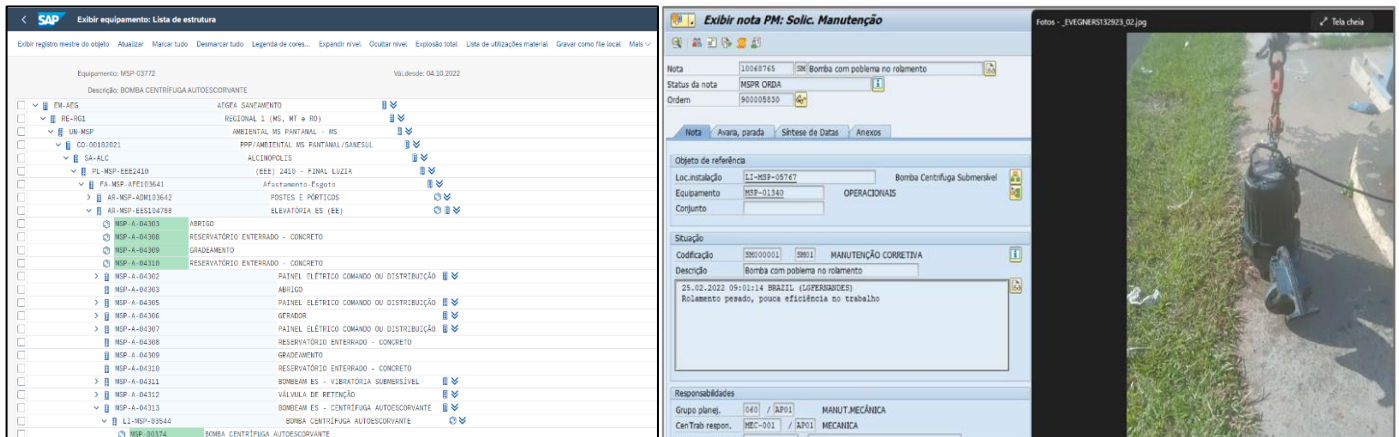

Fig. 11. SAP PM Implantado com o cadastro do SGA
Fator Documental (FD): resultado da análise de documentos e evidências entregues. **Base temporal:** Datas de Fabricação, Aquisição e/ou Instalação; **Base condicional:** Históricos de Operação, Recondicionamentos e Manutenções. Assim, a Condição Operacional Estimada (COe) será resultado da combinação das dimensões CV e FD, conforme Equação ($COe = CV \times FD$), sendo expressa em formato percentual. A dimensão de Condição Visual (CV) é realizada por especialistas em campo através de formulários específicos (App de Coleta de dados Fig. 11 acima) para cada classe de ativos, além de registros fotográficos e inspeções sensitivas